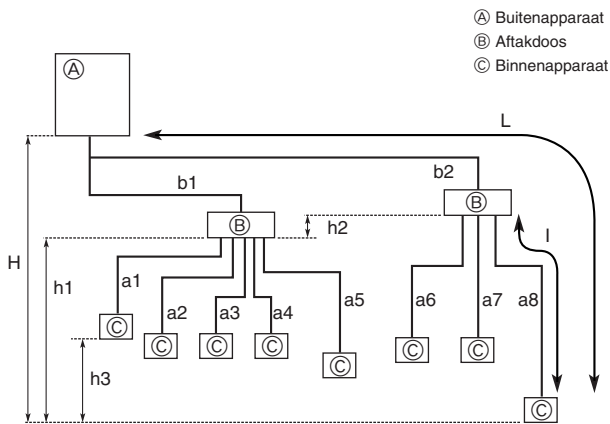

Fig. 5-1
5.2. Pijplengte en hoogteverschil (Fig. 5-1)